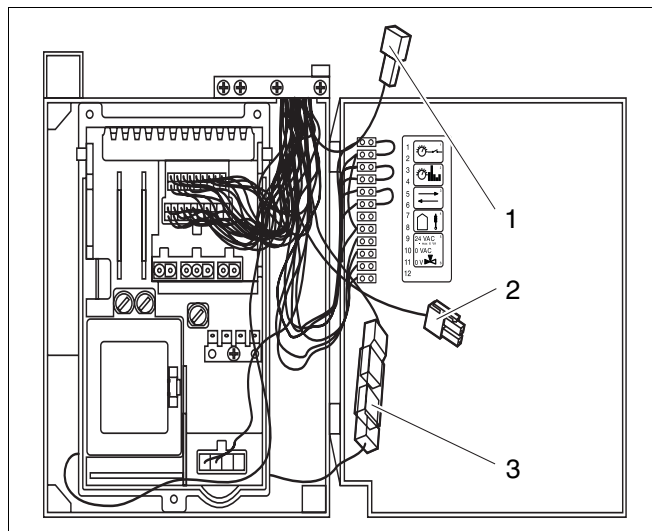

Abb. 13 Anschlüsse
- Schalteinheit für zweites Magnetventil (Zubehör) am grünen Stecker (Abb. 13, Pos. 1) anschließen.
- Modulierende Pumpe (Zubehör) am Stecker (Abb. 13, Pos. 2) anschließen.
- Schaltkontakt (Abb. 13, Pos. 3) potenzialfrei in Reihe einbinden.